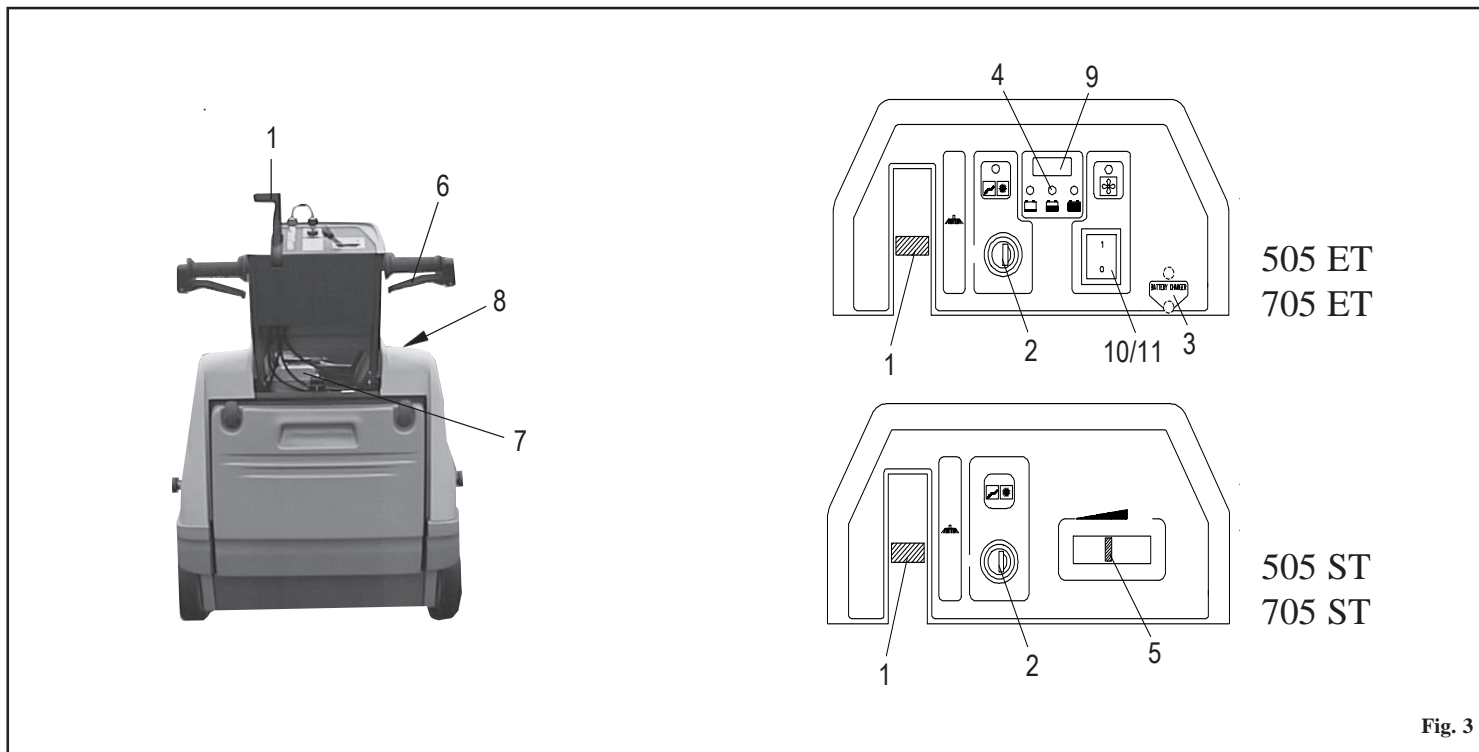

Fig. 3
- Ställ borstspaken (**pos. 1 Fig. 3**) på läget **OFF**.
Kontrollera motoroljenivån. Fyll på bränsletanken med **BLYFRI** bensin. Kontrollera att brytaren **pos. 9 Fig. 5** som sitter på motorn står på **OFF** för aktivering av nyckelbrytaren **pos. 2 Fig. 3** på instrumentbrädan. För ytterligare information angående motorn, se motorns specifika bruksanvisning.
- Kontrollera att sidoborsten **pos. 1 Fig. 3** står på läget **OFF**.
- Ställ nyckelbrytaren **pos. 2 Fig. 3** på läget **ON**. Efter att du vridit om nyckeln, vänta cirka 10" innan du sätter maskinen i rörelse. Kontrollera med hjälp av kontrolllampan **pos. 4 Fig. 3** att batteriet är fulladdat innan du börjar arbetet. Om detta inte är fallet, ladda upp batteriet.
- Dra i manöverspaken **pos. 6 Fig. 3** och börja rengöringen. Vid behov, ställ spaken **pos. 1 Fig. 3** på läget **ON** för att koppla till sidoborsten.
- Ställ gasspaken **pos. 5 Fig. 3** på läget **START**.
- Ställ nyckeln **pos. 2 Fig. 3** på läget **ON**.
- Använd acceleratorm **pos. 5 Fig. 3** för önskat varvtal.
- Efter arbetet, ställ sidoborsten **pos. 1 Fig. 3** på läget **OFF**. Ställ gasspaken på läget **START** och stäng av maskinen genom att ställa nyckelbrytaren **pos. 2 Fig. 3** på läget **OFF**. Stäng besinkranen **pos. 3 Fig. 4**.
- Koppla kontakten **pos. 3 Fig 3** till en batteriladdare med kapacitet **12V 10A**.
Batteriets varaktighet beror på det periodiska underhållet och på urladdningen som uppnås. Ladda inte ur batteriet utöver den gräns som signaleras av kontrollampa **pos. 4 Fig. 3**. Då denna gräns uppnåtts, stannar maskinen upp och måste laddas om för att kunna sättas i funktion på nytt.